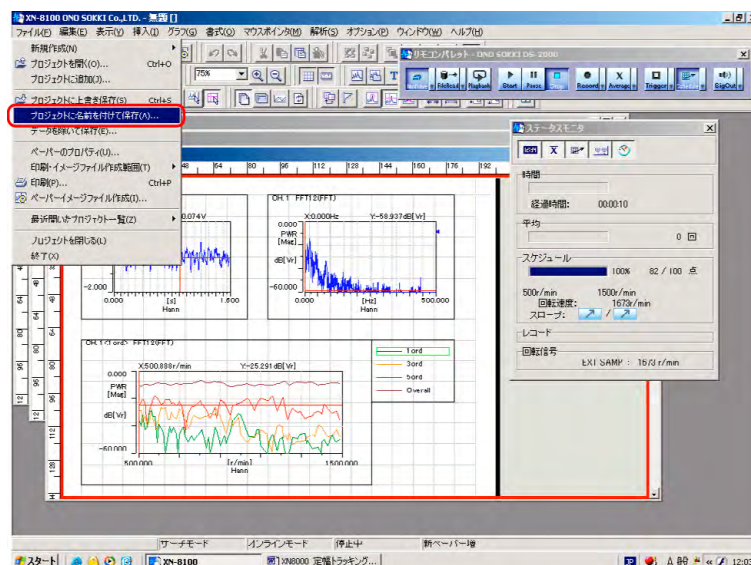

図 23
- ① 「ファイル → プロジェクトに名前をつけて保存」をクリックし、保存します (図 23)。測定条件とレポートペーパー、計測ペーパーがまとめて保存されます。
- ② 「ファイル → プロジェクトを開く」をクリックし、①で保存したプロジェクトを開きます。保存前の状態で再生されます。また、「ファイル → 印刷」をクリックすると、アクティブのペーパーを印刷できます。